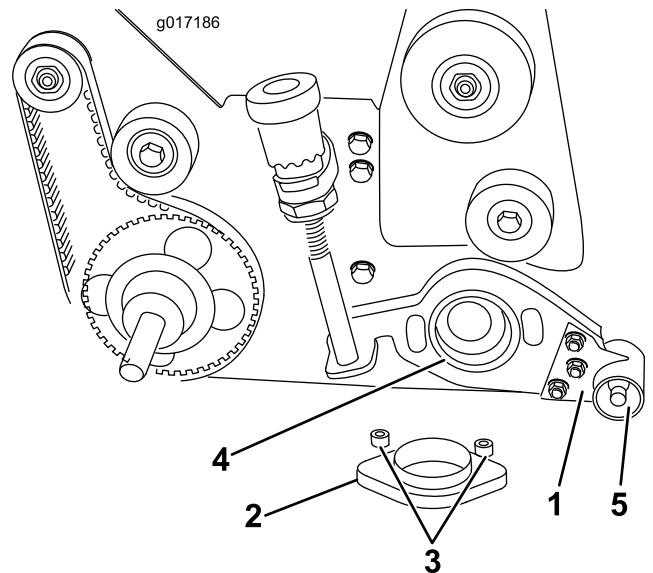

図 9
- A. リールベアリングハウジングにアダプタリングを入れる（図 9）。
- B. グルーマシャフトにグルーマプレートアセンブリを通す（図 9）。
- C. グルーマームカバーとベアリングアダプタに 3/8 x 2 インチの平頭ねじ（2本）を通す。アダプタをリールベアリングハウジングにセットする前に、各ねじにスペーサを入れる。グルーマプレートアセンブリの青銅製のベアリングとリールベアリングハウジングにアダプタを入れる。平頭ねじにロックナットを取り付けてトルク締めする；23-27 ft.-lb (31-37 N-m = 3.2-3.7kg.m)（図 9）。
このロックナットを 29-35 ft-lb (39-47 N-m = 4.0-4.8 kg.m) にトルク締めする (図 9)。
22. 右サイドプレートに、グルーマ調整ノブアセンブリを取り付ける；ステップ8B で取り外した 3/8 x 5/8 インチのキャップスクリュー (1本) とベレヴィールワッシャを使用する (図 9)。